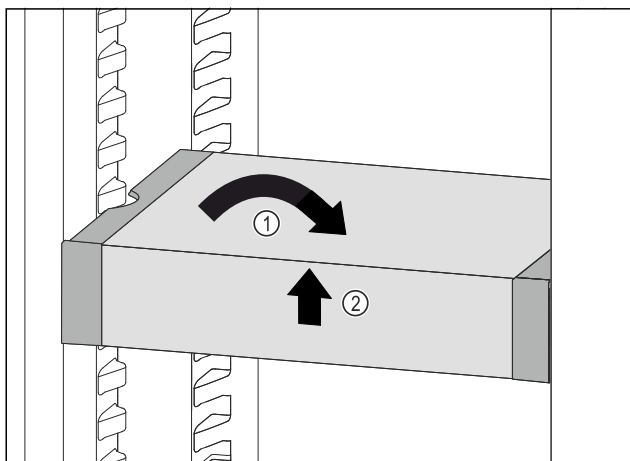

Fig. 208
- Állítsa egyenesbe a VarioSafe fiókot. Fig. 208 (1)
- Elöl emelje meg a VarioSafe fiókot. Fig. 208 (2)